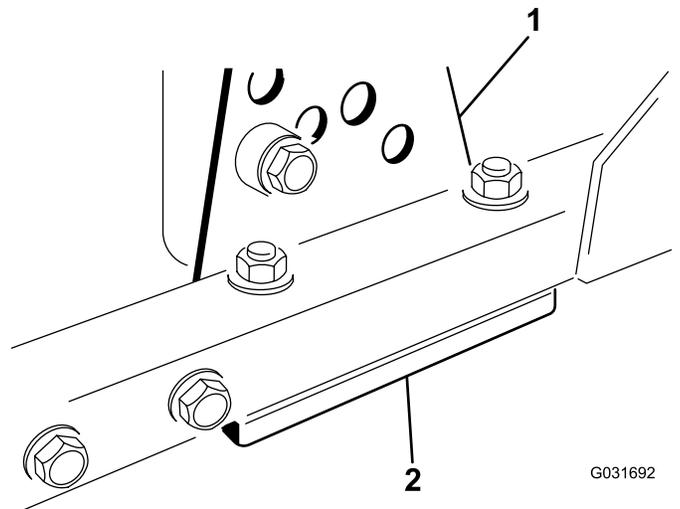

图 15
1. 从刀盘架上拆除剪草高度支架前、左或右 (图 15)。
2. 在刀盘架与剪草高度支架之间增、减  $1.5\text{mm}$  薄垫片和/或  $0.7\text{mm}$  薄垫片以达到所需的高度设置 (图 15)。